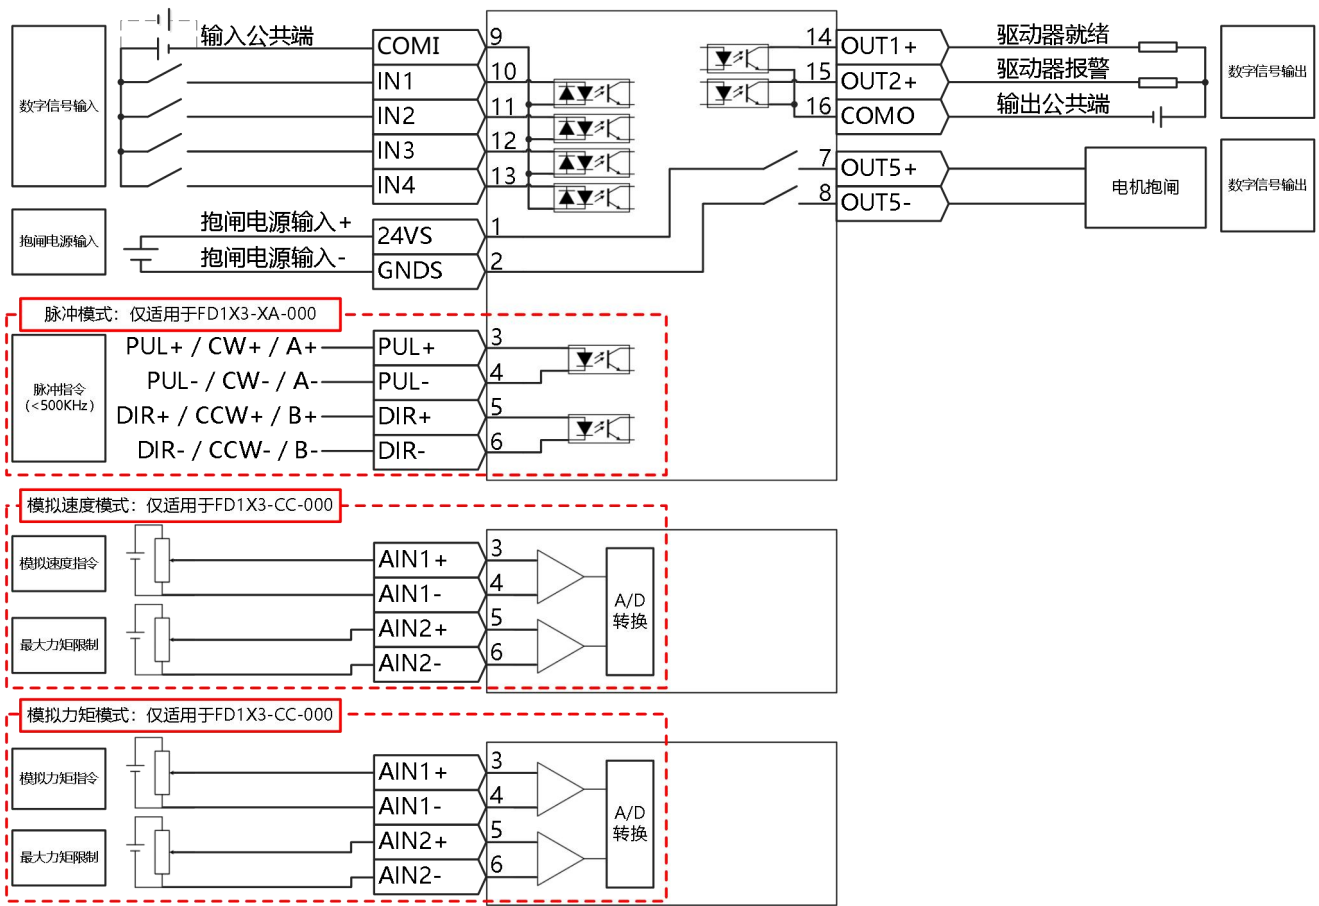
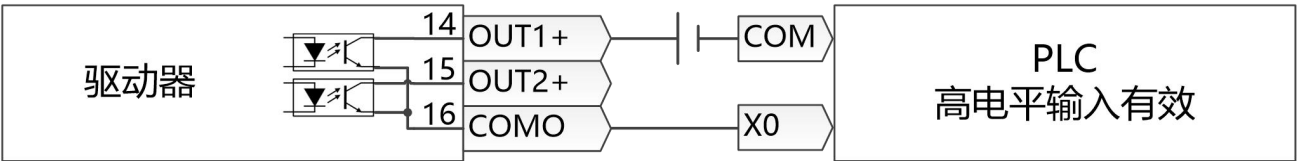

图 3-10 FD123/FD133 驱动器控制接线图
图 3-11 PNP 输入接线方式
- 对于数字信号输出，图 3-10 只显示 NPN 接线，如图 3-11 所示为 PNP 接线。
- 图 3-11 与图 3-12 显示了带有默认 IO 功能的接线，更多的 IO 功能可以通过上位机调试软件定义。有关更多 IO 功能的详细信息，请参见相关章节。
- 图 3-11 与图 3-12 只显示数字信号输出 NPN 接线方式，如图 3-14 所示为 PNP 接线方式。